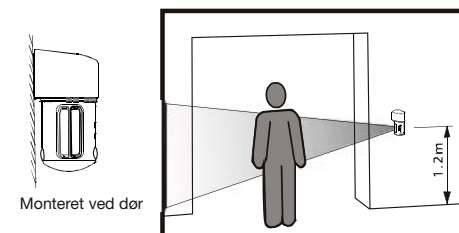

Fig. 7
5. Ved siden af døråbning. Optimal højde er 1,2 meter. Fig. 7.